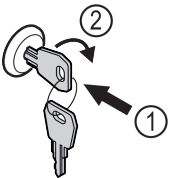

Fig. 104
- ▶ Shtyni çelësin brenda Fig. 104 (1).
- ▶ Rrotulloni çelësin me 90° në drejtimin orar Fig. 104 (2).